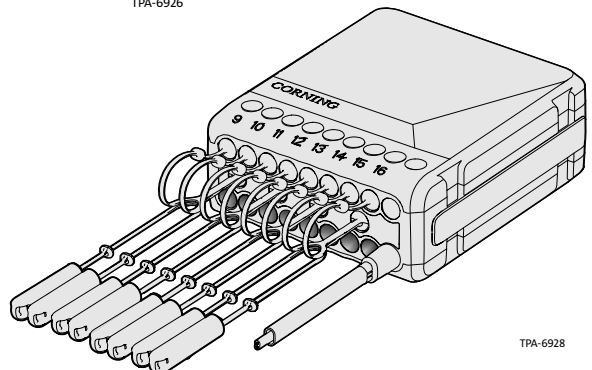

Figure 1
- One 2-, 4-, 6-, 8-, 12-, or 16-port Terminal (Figure 1)